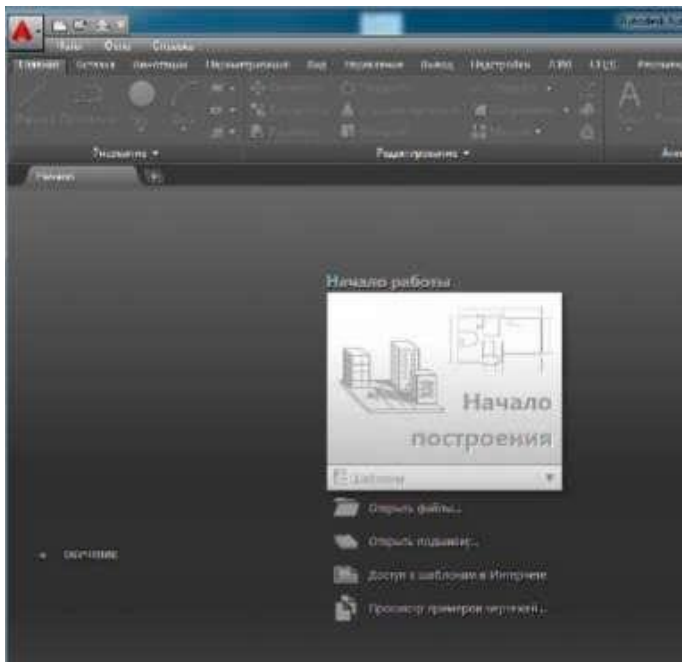

Рис. 1
2. AutoCAD загрузит свое меню и выведет на экран стартовое окно (рис. 1).
9. Чтобы загрузить уже существующий файл чертежа, следует выбрать закладку «Открыть файлы...» в стартовом окне (рис.1) или кнопку  на панели быстрого доступа. В диалоговом окне "Выбор файла" откройте файл **PP28_пример.dwg** в папке с названием своей группы.